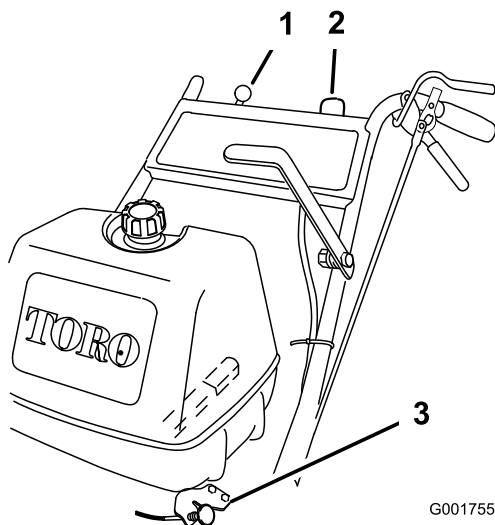

Figura 8
5. Gire la llave de contacto a la posición de **marcha** (Figura 8).
8. Tire del mando del estérter si el motor está frío (Figura 8).
1. Mueva la palanca del acelerador a la posición Lento (Figura 8).